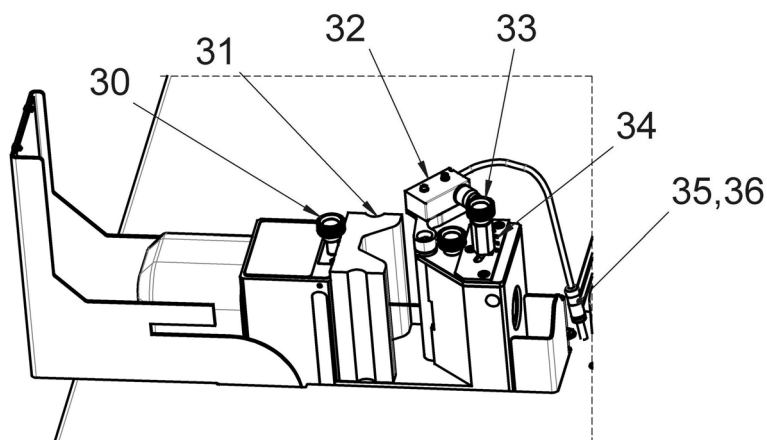

Fig. 5: Piegatura delle sbarre
La piegatura delle sbarre di rame o alluminio avviene con una matrice di piegatura (fig. 5, 31) che piega il pezzo con entrambi i lati sul mandrino interno di piegatura.
- Inserire la matrice di piegatura (fig. 5, 31) nel portautensile del pistone di carico e fissarla con la vite di bloccaggio (fig. 5, 30).
- Inserire il lettore elettronico della posizione angolare (fig. 5, 32) nella scanalatura centrica del corpo principale.
- Inserire la spina (fig. 5, 35) del cavo di collegamento nella presa (fig. 5, 36) dietro il blocco di lavoro.
- Regolare l'angolo di piegatura desiderato con la vite di regolazione (fig. 5, 33) usando la scala d'angolo (fig. 5, 34).